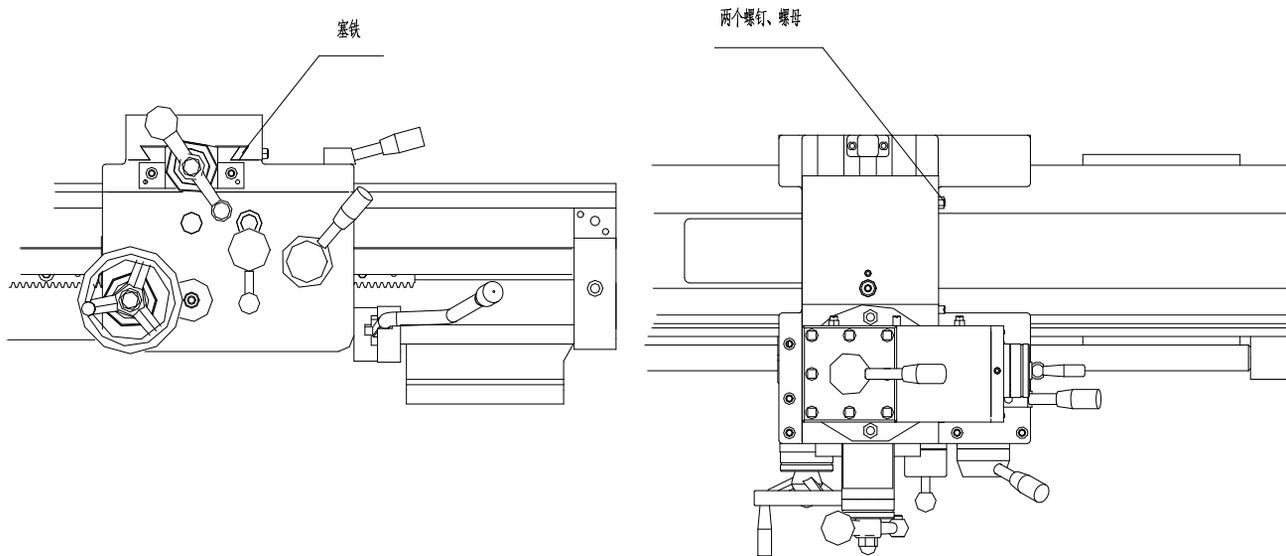
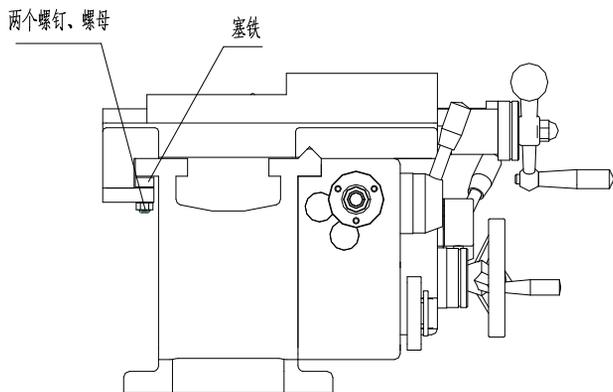
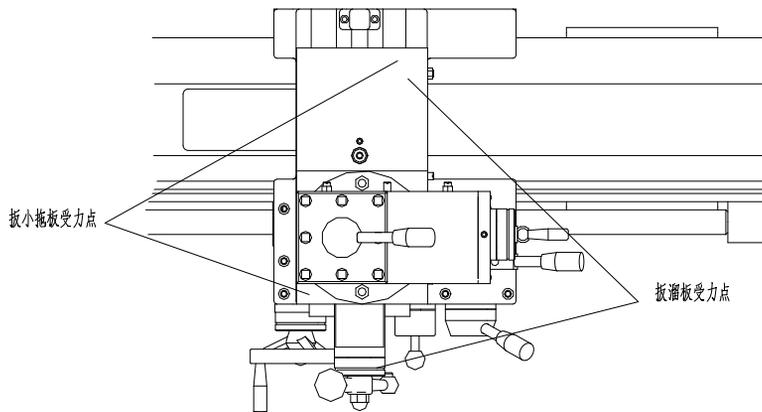

图 8. 调整塞铁 I
图 9. 调整塞铁 II
图 10
- 溜板、小拖板及刀架拖板的燕尾导轨下有调整导轨磨擦间隙的塞铁。出厂时塞铁间隙已调整适当，但使用一段时间后，如果间隙偏大(或偏小)，用户可根据实际情况，适当调整塞铁间隙。调整的方法如图 8、图 9 和图 10。